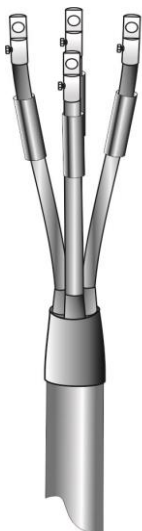

Рис.5
5.Определить длину жил по месту присоединения и обрезать. Надеть на жилы кабеля манжеты для герметизации наконечников. Замерить глубину трубчатой части наконечников и по полученному размеру снять с жил кабеля изоляцию. Оконцевать жилы кабеля болтовыми наконечниками. Обезжирить трубчатые части наконечников (Рис.5).